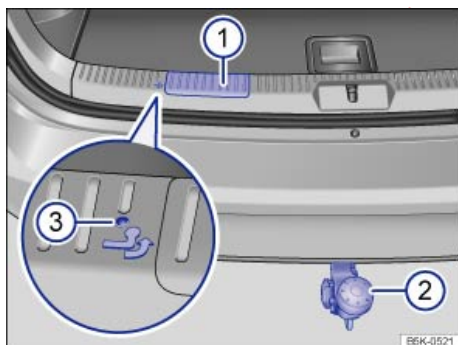

Fig. 144 En el maletero: extraer el enganche de bola.
- Asegúrese de que no se encuentre ninguna persona u objeto en la zona del recorrido del enganche ⇒ **fig. 144** ② y tire del tirador ① hasta que salga el enganche de bola.
- Si el enganche de bola no ha encastrado, el testigo de control ③ situado junto al tirador parpadeará **en rojo**.
- Termine de extraer el enganche de bola hasta que perciba y oiga que ha encastrado y el testigo de control ③ situado junto al tirador se encienda **en verde**.